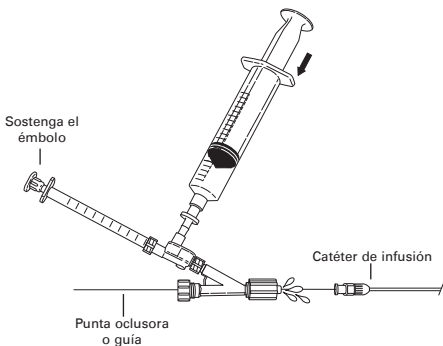

Fig. 5
7. Para conectar la válvula de no retorno y el adaptador Tuohy-Borst al catéter de infusión, afloje la válvula Tuohy-Borst y deslice el conjunto por la punta oclusora. Antes de conectar el conjunto al catéter, mantenga fijo el émbolo de la jeringa de 1 ml y presione la jeringa de 20 ml, y asegúrese de que se purga todo el aire del conjunto. Deje un poco de solución en el acoplamiento Luer-Lock del adaptador Tuohy-Borst antes de conectarlo al catéter de infusión. **(Fig. 5)**